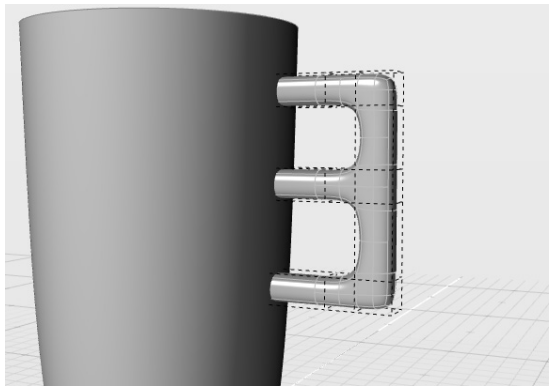

图 7-47 创建完整的杯把造型
8) 重复类似的操作, 绘制图 7-47 所示的桥接面。至此, 杯子把手已经创建完成。